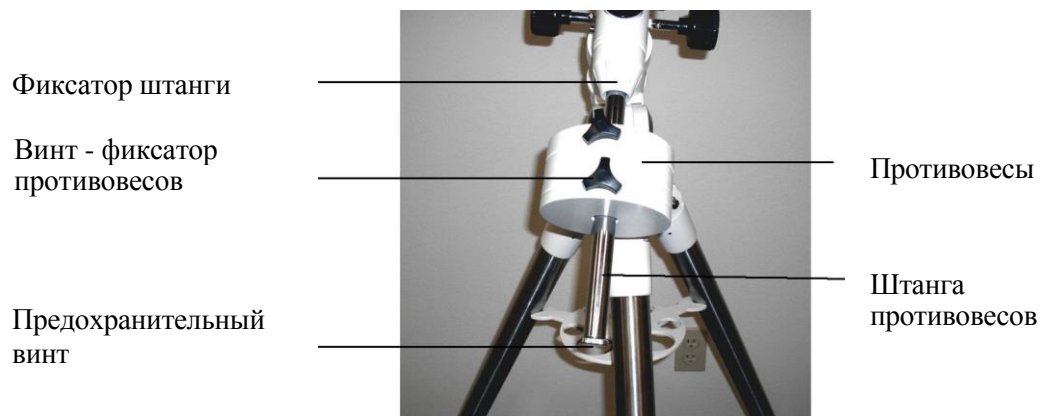

Рис. 2-7
5. Плотно затяните фиксатор штанги (рис. 2-7). Проверьте прочность крепления штанги.
3. Наденьте противовес на штангу (рис. 2-7).